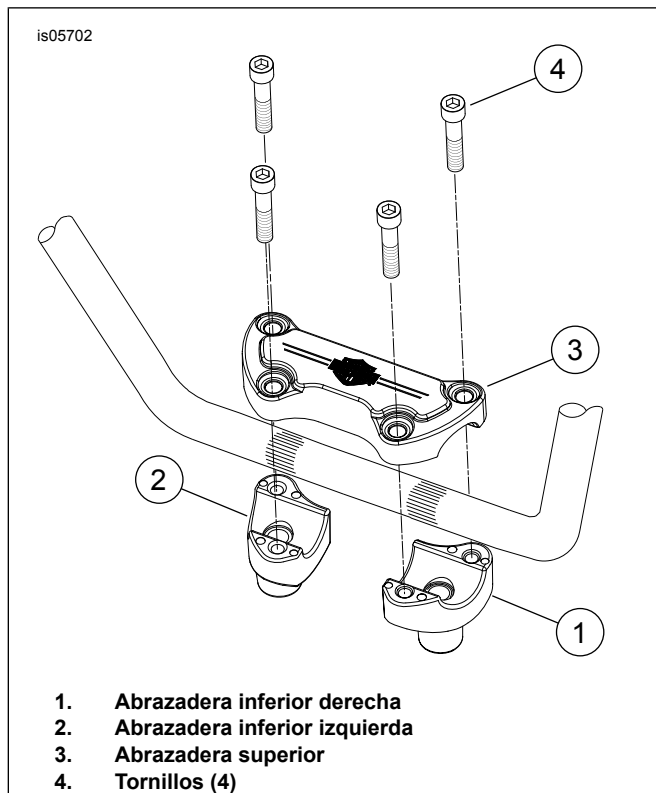

Figura 4. Orientación de los elevadores – FLSTC
- Vea Figura 4. Sin apretar, instale los elevadores nuevos (kit № 46809-09), orientados como se muestra, en el árbol triple superior usando los tornillos de fábrica, las arandelas de seguridad y las arandelas. Instale el cable de la conexión a tierra y la arandela de seguridad con dientes internos en el tornillo del elevador del lado derecho.
- Instale la tapa del elevador (3) en los elevadores (1 y 2) sobre el manillar usando los cuatro tornillos (4) incluidos en el kit.